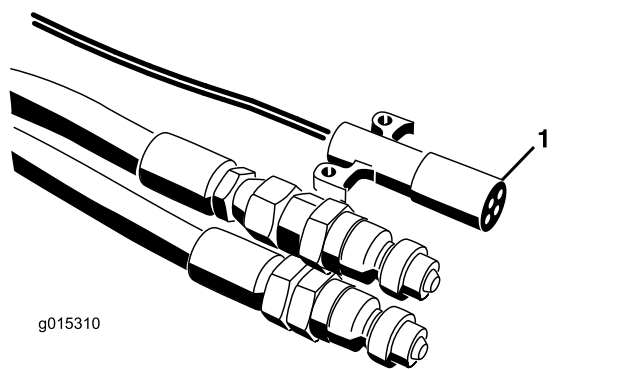
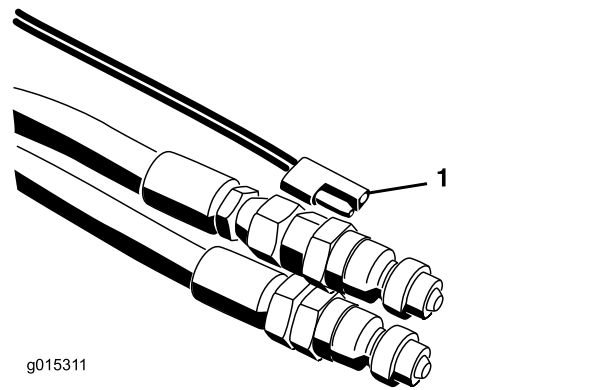

图 21
图 22
7. 把电源线束连接到牵引车图 21 和 图 22。在 SH 型号上把悬线式开关放在驾驶员座椅可及的位置。确保开关处于关闭状态。